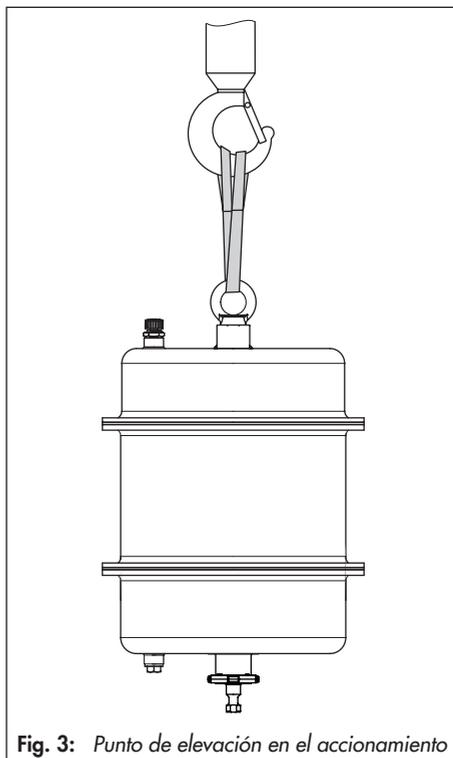

Fig. 3: Punto de elevación en el accionamiento
1. Fijar una eslinga entre el cáncamo/cáncamo giratorio del accionamiento y el dispositivo de elevación (p. ej. gancho) de la grúa o carretilla elevadora, ver fig. 3.
SAMSON recomienda utilizar un gancho con pestillo de seguridad (ver fig. 3). El pestillo de seguridad impide que las eslingas se deslicen durante el levantamiento y transporte.